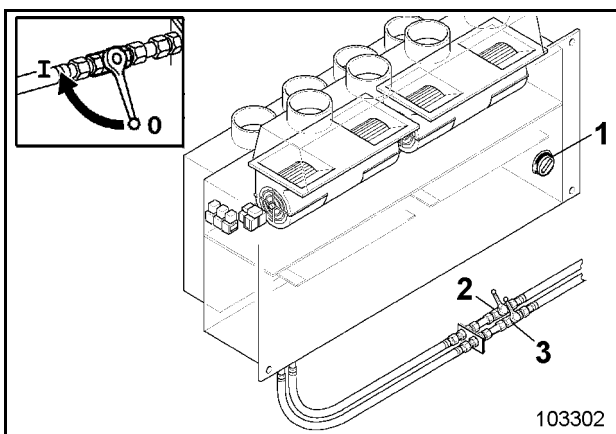

Fig. 2-72:
- Kugelhähne (2 und 3, Fig. 2-72:) schließen
- Kugelhähne (2 und 3, Fig. 2-72:) öffnen